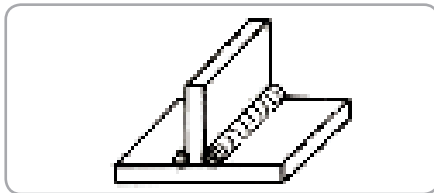

Fig.13
• Îmbinări sudate în T. (fig. 13):